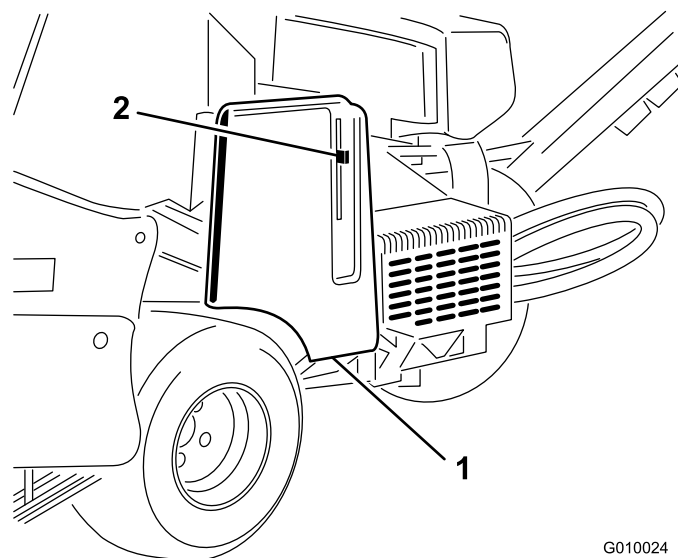
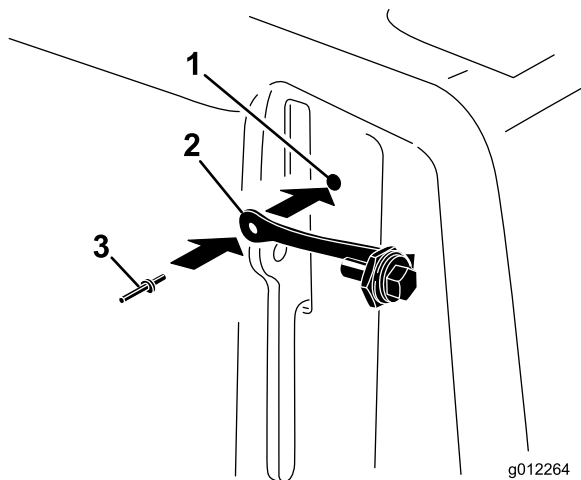

Figura 9
Figura 10
1. Localize o furo na cobertura da correia junto da alavanca de bloqueio (Figura 9 e Figura 10).
- Utilizando o furo na cobertura da correia, instale o conjunto do cordão com um rebite emergente (Figura 10).